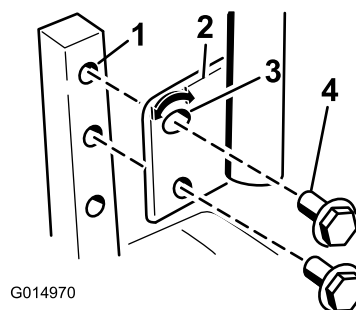

Figure 31
- Enlevez les 2 boulons et les 2 rondelles qui fixent le levier de commande à l'arbre du bras de commande (Figure 31).
- Placez le levier de commande dans les trous suivants. Fixez le levier avec les 2 boulons et les 2 rondelles (Figure 31).